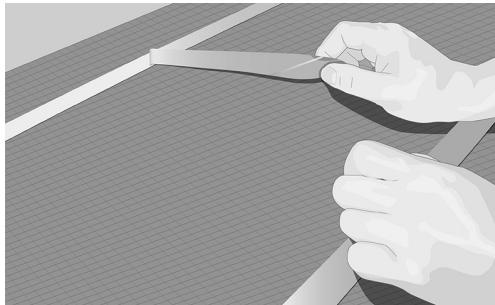

Fig. 10. Applicera dubbelhäftande tejp och ta bort baksidan
8. Bruk dubbelhäftande tejp, smältlim eller annan fästanordning på golvytan med 30–40 cm mellanrum så att detta är tillräckligt fästa (Fig. 10).